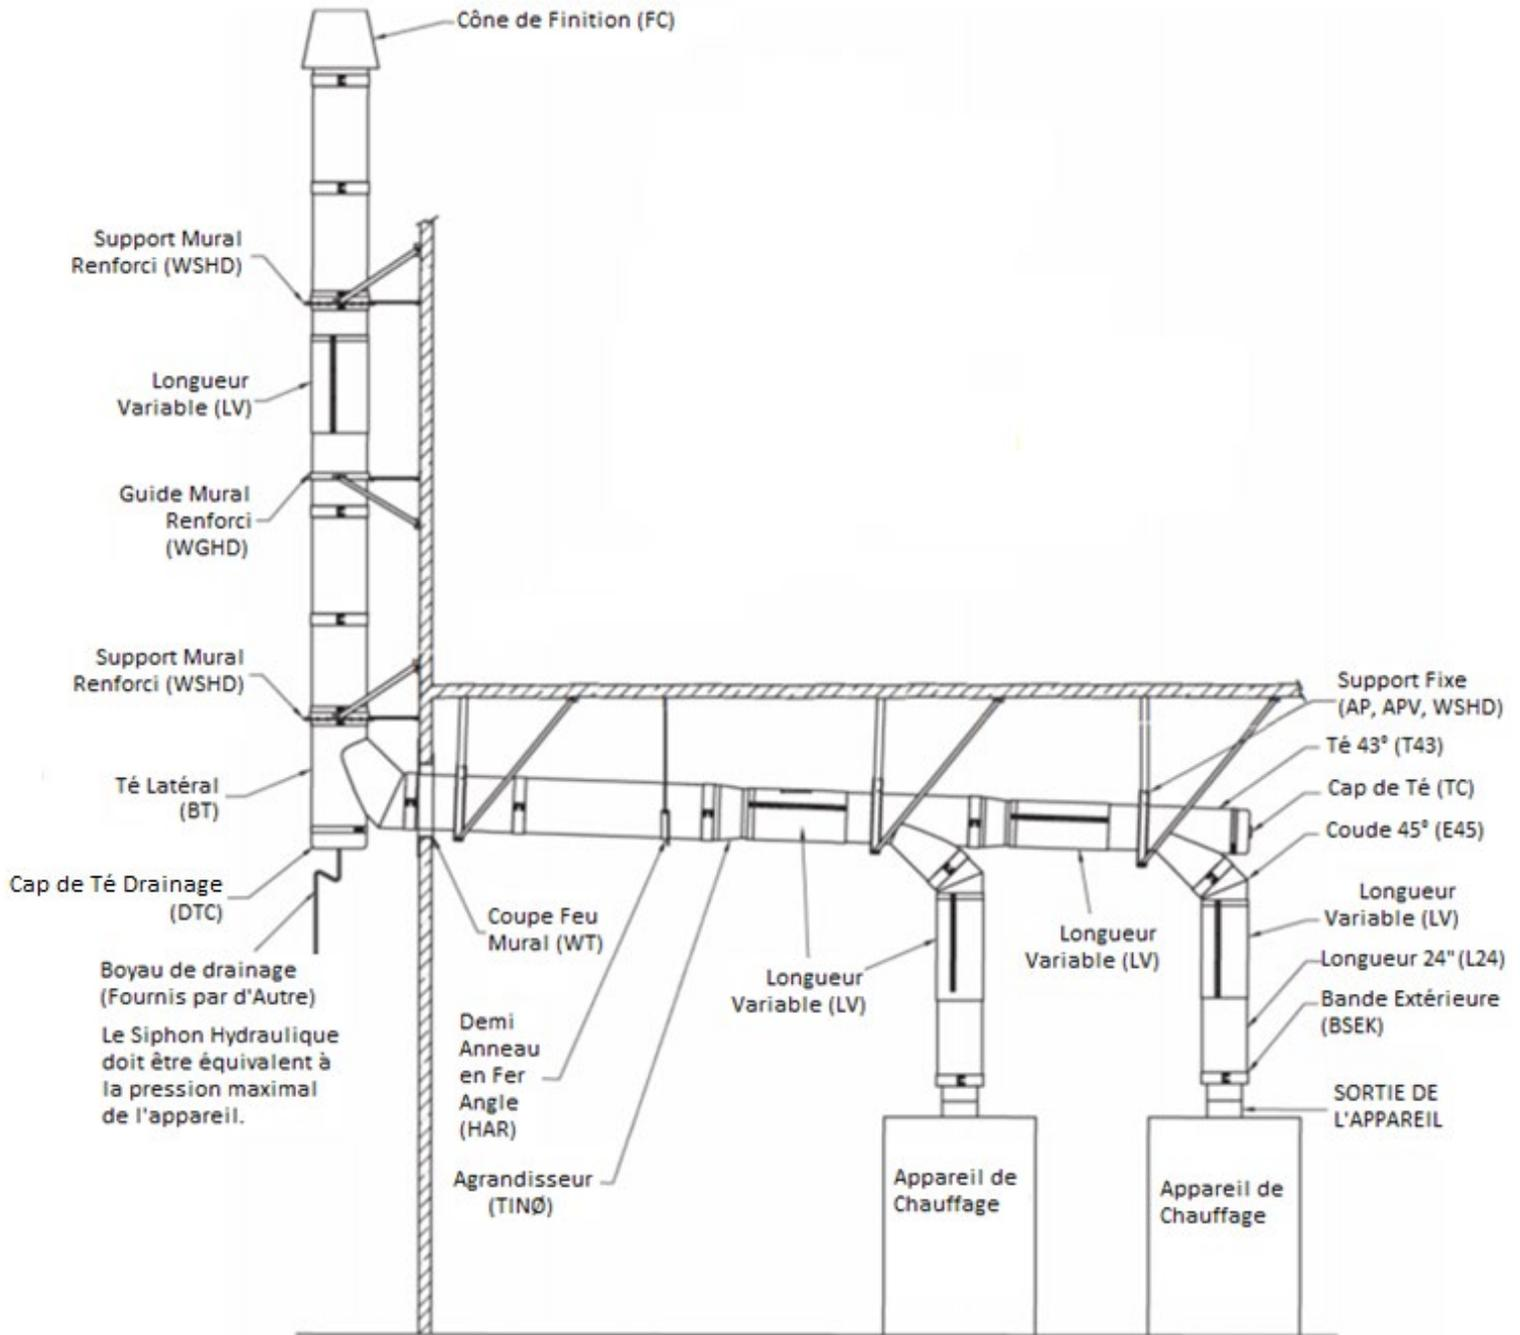

Figure 5 - Installation typique pour CAX1- (BC)
- CAX1- (BC) offre une gamme de Tés (T43, T88) et Coudes (E2, E88) qui intègre une pente de 2 degrés, nous vous recommandons de les utiliser pour générer votre pente.
- N'oubliez pas que si vous soulevez l'appareil ou abaissez le plafond, vous devez régler la pente de le conduit pour maintenir un minimum de 1/4 po par pied. Voir les figures 5 et 26.